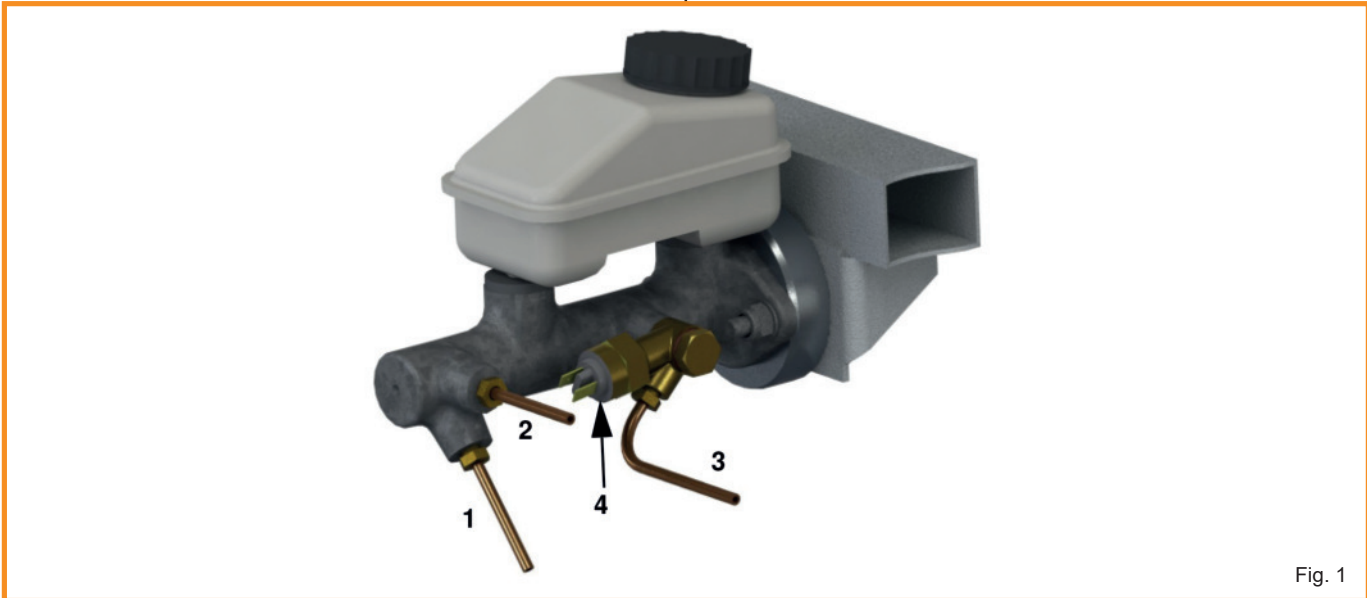

Fig. 1
- Use the V-Banjo Fitting and Banjo Bolt to accept the brake light switch. See Fig.1
- Achten Sie darauf, dass die beiden Bremsleitungen der Vorderachse an die, in Fahrtrichtung, hinteren beiden Anschlüsse (1) und (2) des Hauptbremszylinders kommen.
- Die Leitung der Hinterachse und der Bremslichtschalter kommen in Verbindung mit dem V-Ringstutzen, in Fahrtrichtung, vorderen Anschlüsse (3) und (4). Siehe Fig.1